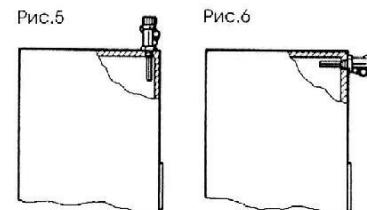

Рис.5
соединитель. Рис. 5 Вертикальная установка.
••в случае вертикальной установки (рис.5) используйте красные цифры.